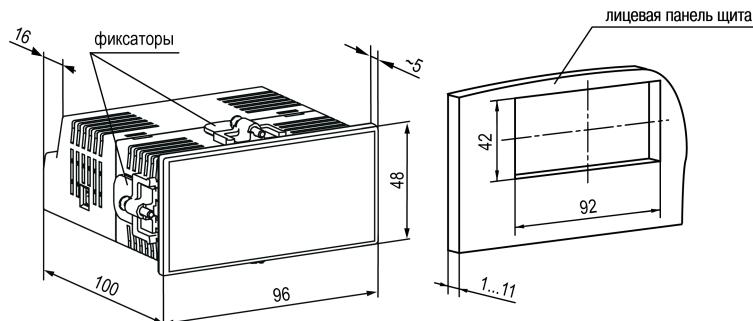

Рисунок 4.5 – Габаритные размеры корпуса Щ2 и монтажного отверстия в щите
- Подготовить на щите управления монтажный вырез для установки прибора (см. рисунок 4.5).